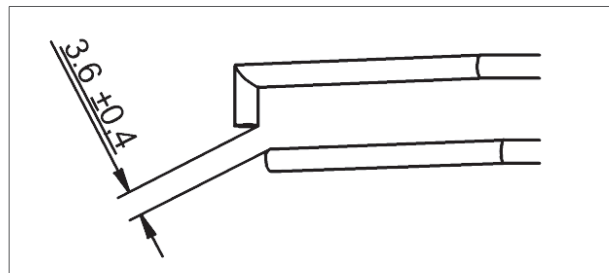

Abbildung 25 - Abstand zwischen den beiden Elektroden
- Der Abstand zwischen den beiden Elektroden muss $3,6 (\pm 0,4)$ mm (Abb. 25) betragen.